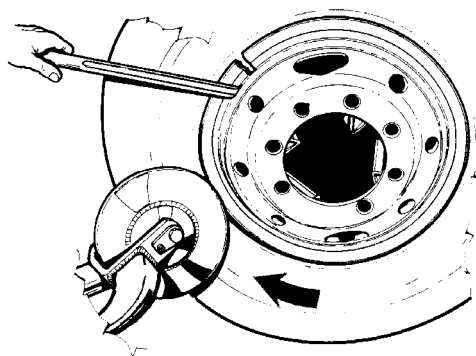

Fig.41
4. Engager une extrémité de la bague élastique dans son logement et terminer le montage à l'aide du disque détalonneur. Pendant la phase initiale du montage, retenir l'extrémité de la bague élastique dans son siège à l'aide d'un levier (Fig.41).